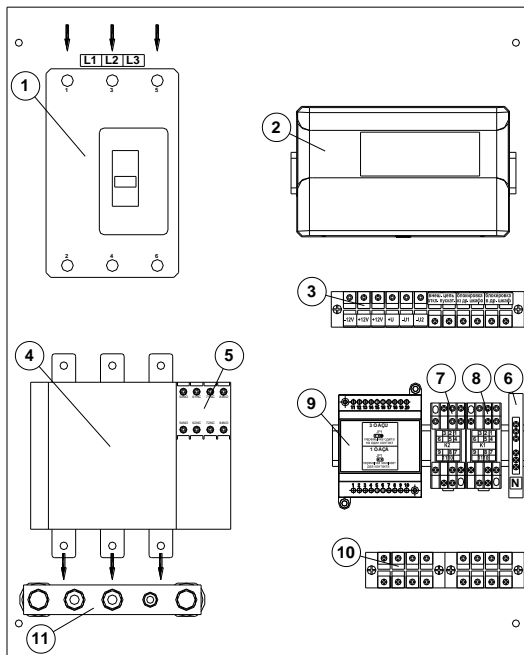

Рис.3. Внешний вид монтажной панели исполнения
- сетевого автоматического выключателя типа ВА-47-19 или аналогичного (1) (см. рисунки 2,3);
- модуля неадресных шлейфов МШ4-ХР777 (2);
- пускателя электромагнитного серии ПМЛ или аналогичного (4);
- приставки к пускателью (5);
- клеммной колодки (6), объединяющей нейтраль (N) внутри ШУЭ;
- модуля контроля фаз (9);
- шины подключения нейтрали внешней нагрузки ШУЭ-55-ХР777 (11) (см. рисунок 3);
Для ШУЭ-55-ХР777 подключить ноль электрической сети переменного тока (N) и нулевой провод внешней нагрузки к шине подключения нейтрали внешней нагрузки (11) (см. рисунок 3).